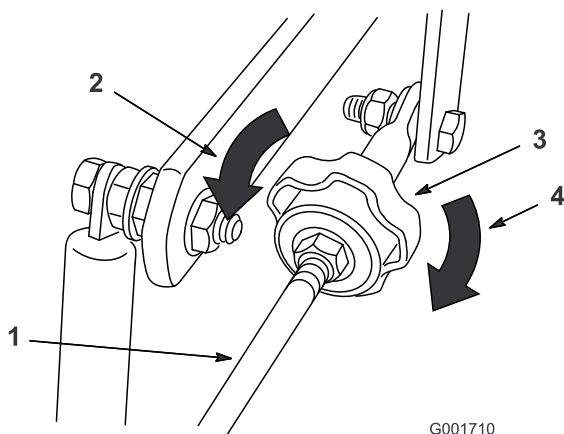

Figure 53
4. Pour que la machine tire à droite, tournez le bouton vers la droite de la machine (voir Figure 53).
5. Pour que la machine tire à gauche, tournez le bouton vers la gauche de la machine (voir Figure 53).